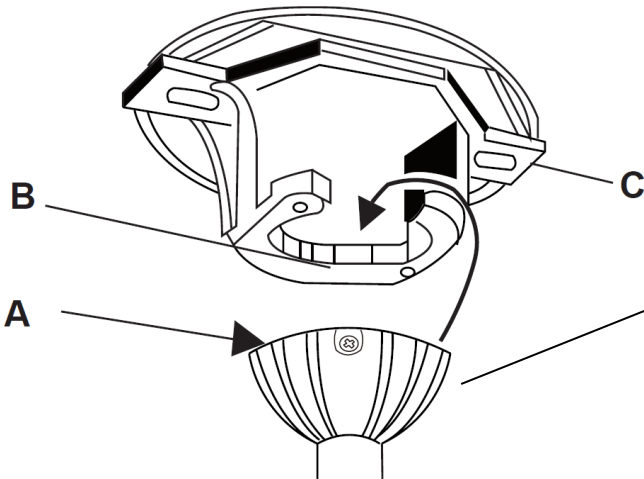

Fig. 7A
Avvicinare il ventilatore alla staffa di supporto. Assicurarsi che la fessura (A) del giunto sferico sia posizionata sul perno (B) della staffa di supporto (C), in modo tale da evitare che il ventilatore ruoti quando è in funzione (Fig. 7A).